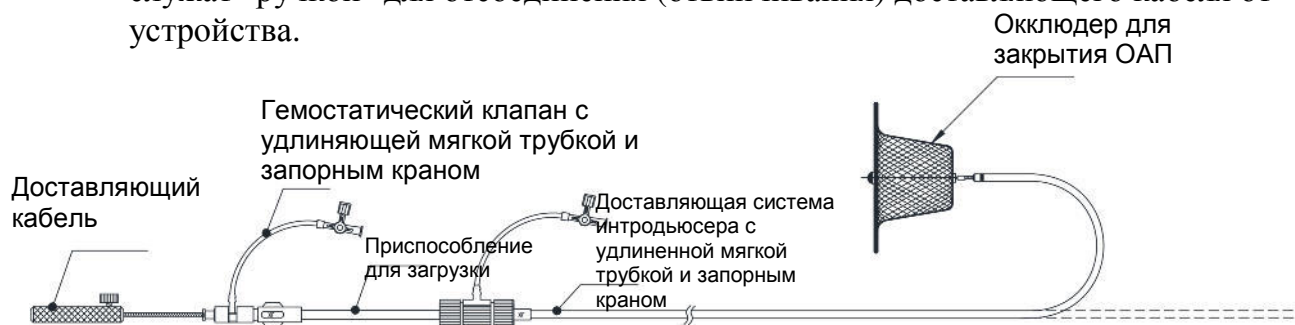

Рисунок 1 Окклюдер для закрытия ОАП HeartR™ и интродьюсер SteerEase™
- Окклюдер для закрытия ОАП HeartR™ должен использоваться в сочетании с интродьюсером SteerEase™. Интродьюсер содержит армированную оболочкой систему интродьюсера, дилататор, приспособление для загрузки, гемостатический клапан и доставляющий кабель. Интродьюсер используется для продвижения с окклюдером для закрытия ОАП HeartR™ в подходящее положение. Интродьюсер SteerEase™ (см. Рис. 1) состоит из: